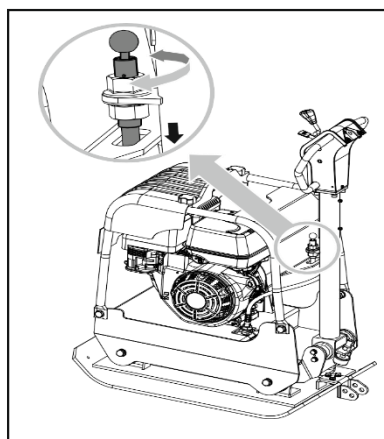

Рис. 13
4. Дайте двигателю остыть, затем снимите провод свечи зажигания, открутите ее и залейте 60 мл SAE-30 высококачественного машинного масла (Рис. 13).